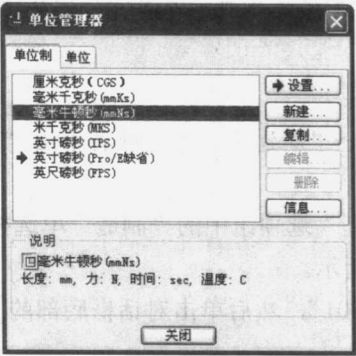
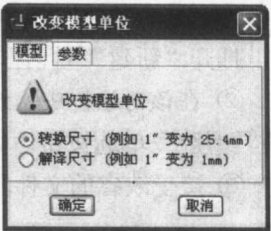

图 1-4 “单位管理器”对话框
图 1-5 “改变模型单位”对话框
② 在该对话框中，选中“毫米牛顿秒（mmNs）”单位系统，如图 1-4 所示。然后单击对话框中的“设置...”按钮，打开图 1-5 所示的“改变模型单位”对话框。
注意：在图 1-5 所示的“改变模型单位”对话框中，选择“转换尺寸”选项时，系统将不改变模型大小，尺寸按单位换算关系进行换算。而选择“解释尺寸”选项时，系统将改变模型